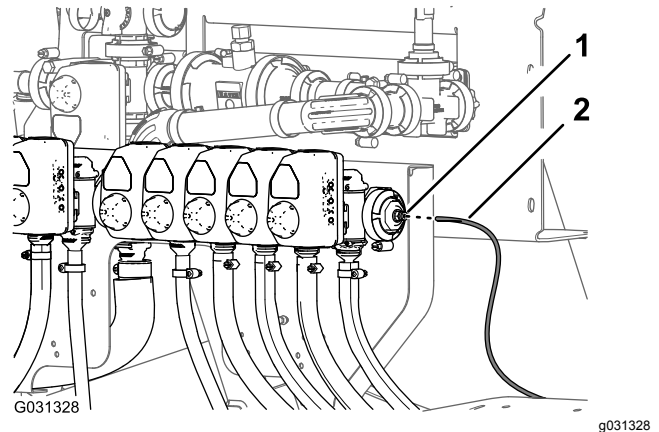

Figura 139
1. Alinee el extremo del tubo del sensor de presión (plástico) del indicador de presión del salpicadero con el anillo de bloqueo del acoplamiento del tubo (Figura 139).
2. Inserte el tubo del sensor en el anillo de bloqueo hasta que el tubo esté correctamente asentado (Figura 139).